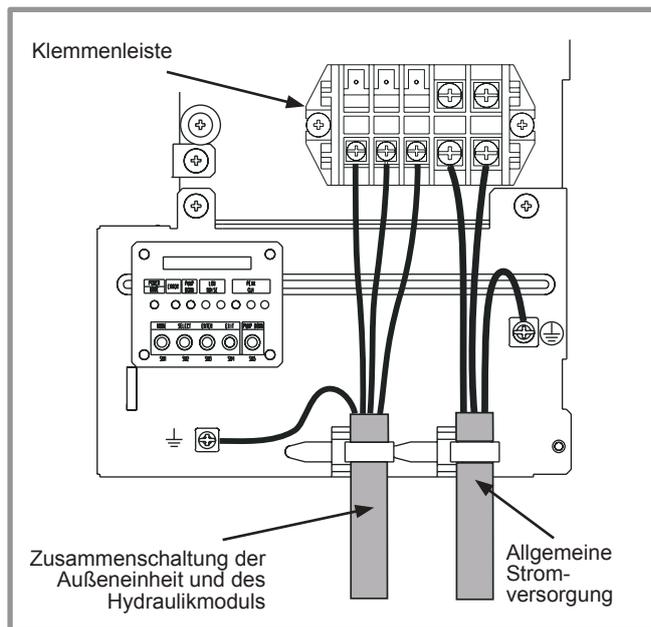
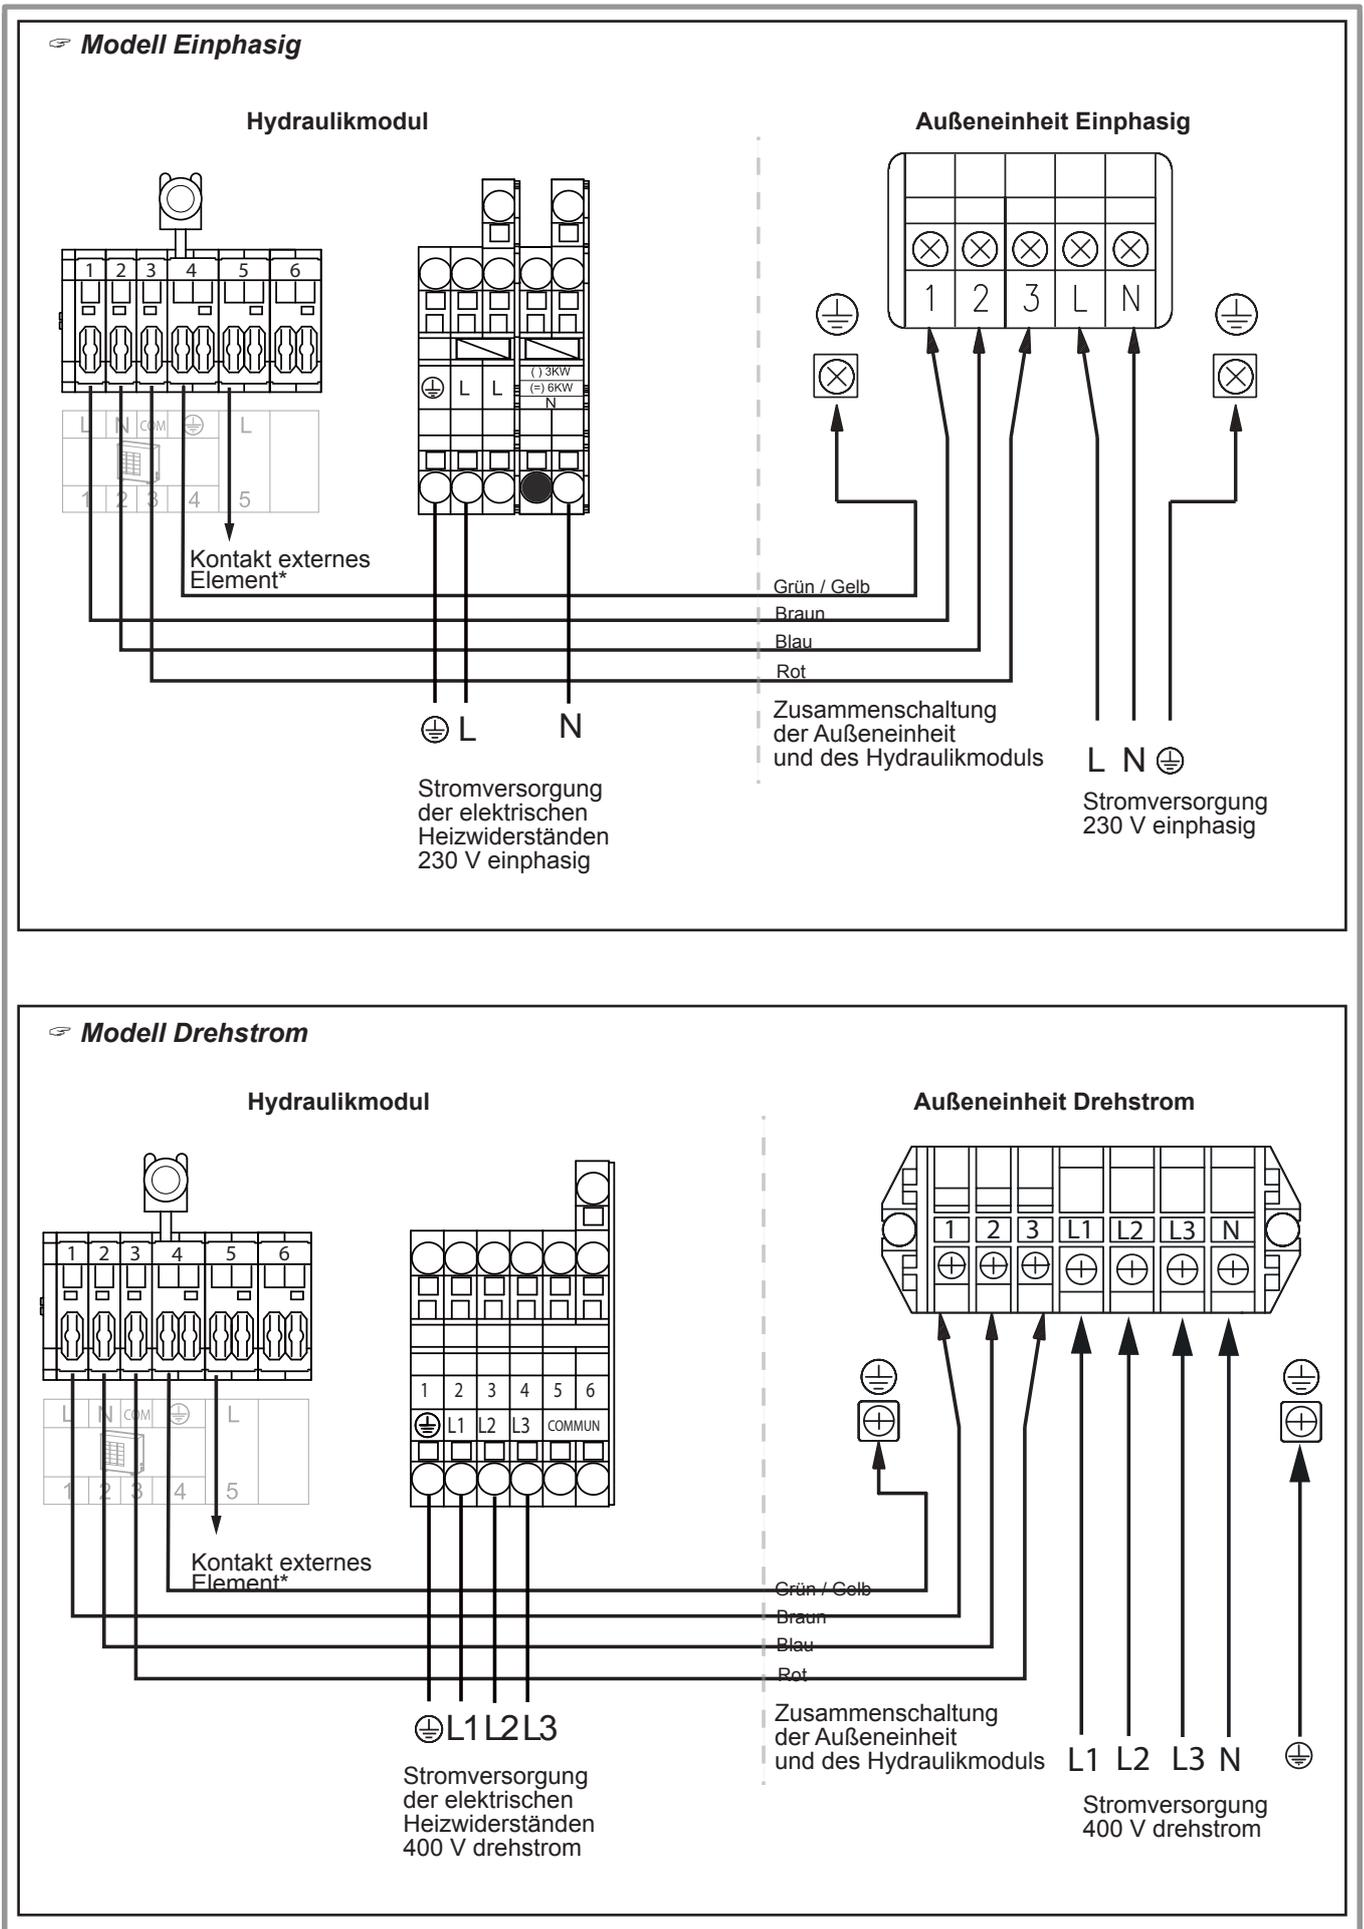

Abbildung 27 - Anschlüsse an der Klemmenleiste der Außeneinheit Einphasig
Abbildung 35 - Anschließen an die Klemmenleisten und Leistungsrelais
- Die Anschlüsse gemäß der Skizze **Abbildung 27** und **Abbildung 35**, Seite 33 ausführen.
- Die Anschlüsse gemäß der Skizze **Abbildung 35, Seite 33** ausführen.
- Die Anschlüsse gemäß der Skizze **Abbildung 35** ausführen.